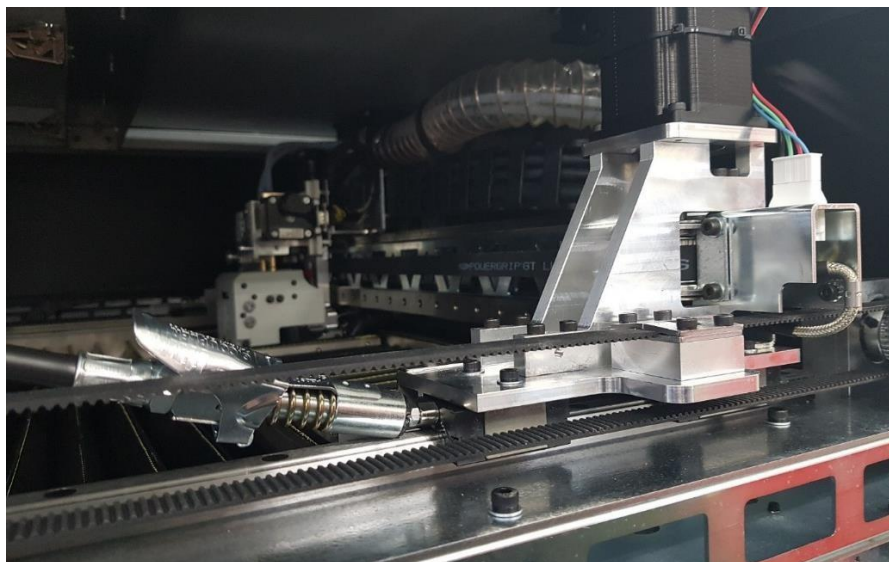

Рис. 89. Подача смазки в смазочные ниппели в правой части принтера
7. Выдавить небольшое количество смазки в смазочный ниппель слева, а затем справа, как показано на рис. 89 и 90.